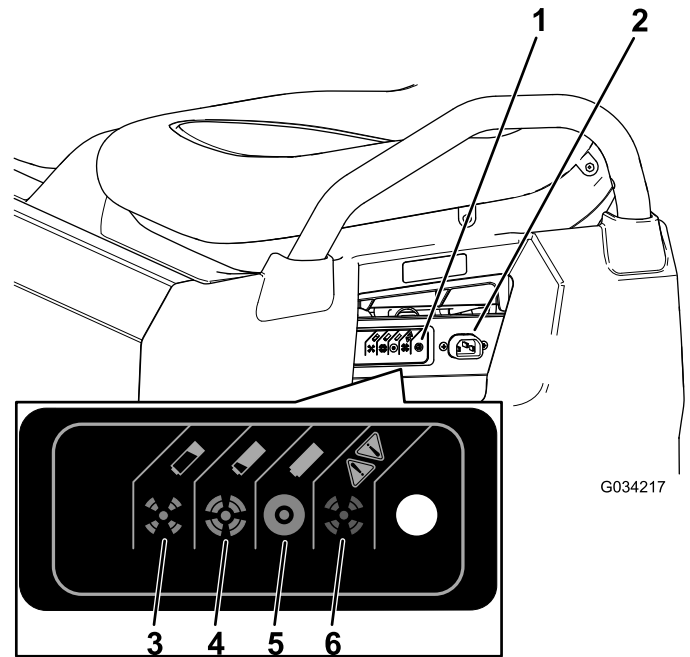

Figura 36
- Conecte un cable de cargador de calibre 16 (o de diámetro superior), de 2,5 m o más corto al conector de carga de la máquina (Figura 36).
Consulte la siguiente tabla y Figura 36 para conocer el significado de los colores cambiantes del indicador de estado del cargador.